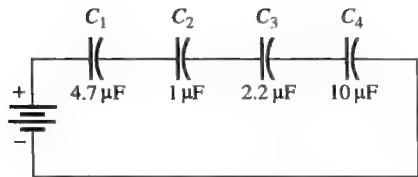

图 9-64
21. 存储在图 9-64 所示串联电容器中的总电荷为 $10\mu\text{C}$, 求各个电容器两端的电压。